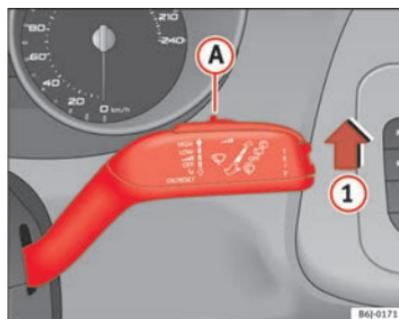

Fig. 62 Palanca del limpiaparabrisas
- Mueva la palanca del limpiaparabrisas hasta la posición **1** ⇒ fig. 62.